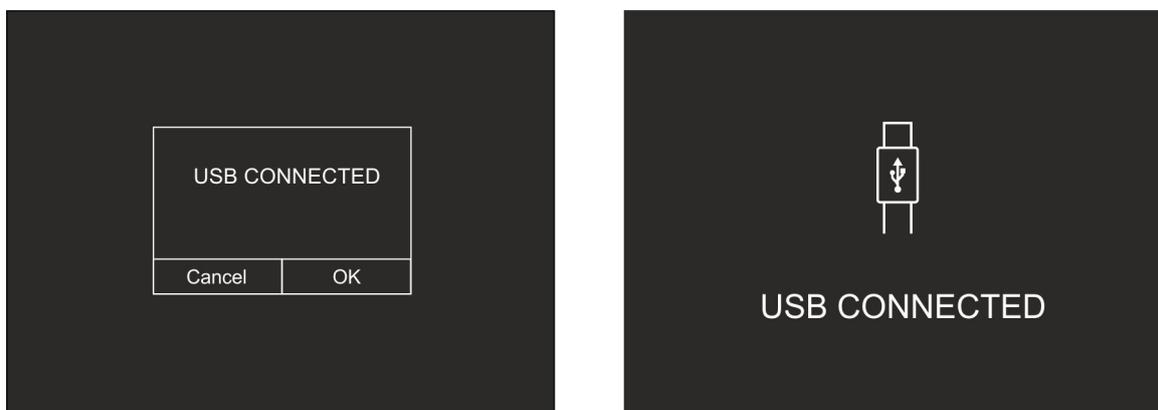

Fig. 12: Ligação do equipamento ao PC
3. Ligar o equipamento ao PC com o cabo USB fornecido. Ver ecrã da Fig. 12 - lado esquerdo
4. Confirme com "OK" para ativar a conexão ou clique em "Cancel" para voltar ao menu principal. O ecrã da Fig. 12 - lado direito é exibido e o equipamento não aceitará nenhum comando